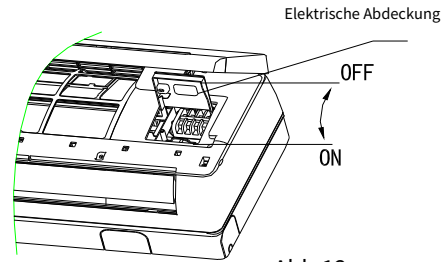

Abb.12
- Lösen Sie die Schraube am Anschlussdeckel. (Abb.12)